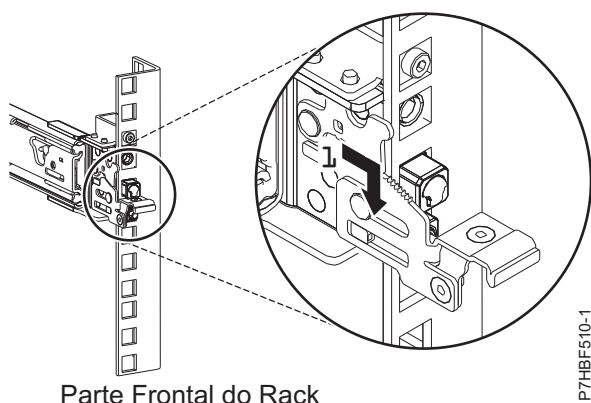

Figura 22. Pinos que são encaixados no trilho frontal do rack
6. Puxe o trilho deslizante para frente e insira os três pinos da frente do trilho nos orifícios na unidade EIA selecionada, que foi marcada anteriormente. Abaixar o trilho deslizante para baixo (1) para encaixar o gancho no pino do meio. Para obter detalhes, consulte Figura 22.